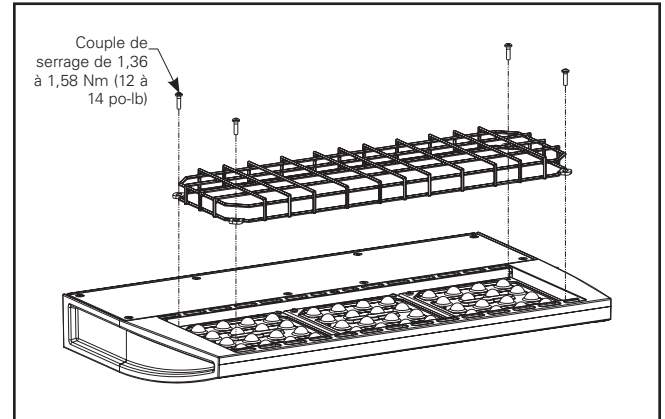

Figure 11.
1. Desserrez et retirez les quatre (4) vis Torx n° 8-32 existantes sur la face du luminaire (figure 11).
2. Alignez le protecteur de fil métallique situé sur les pinces de lentille et correspondant aux quatre (4) trous existants.
3. Utilisez les quatre (4) vis à tête cruciforme n° 8-32 fournies pour serrer la grille de protection en place sur chaque carré de lumière à DEL.